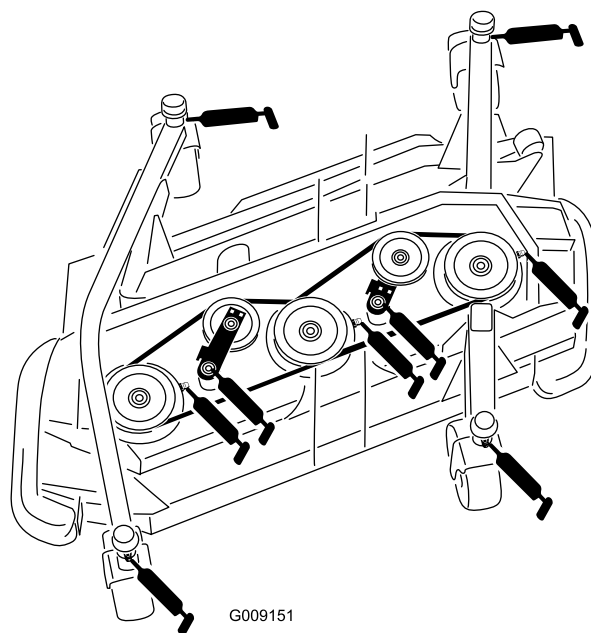

Figura 74
articolazione del tendicinghia) come illustrato nella Figura 74
- 4 bocche dell'albero della forcella della ruota orientabile (Figura 74)
- 3 cuscinetti dell'albero del fusello (situati sull'alloggiamento del fusello) come illustrato nella Figura 74